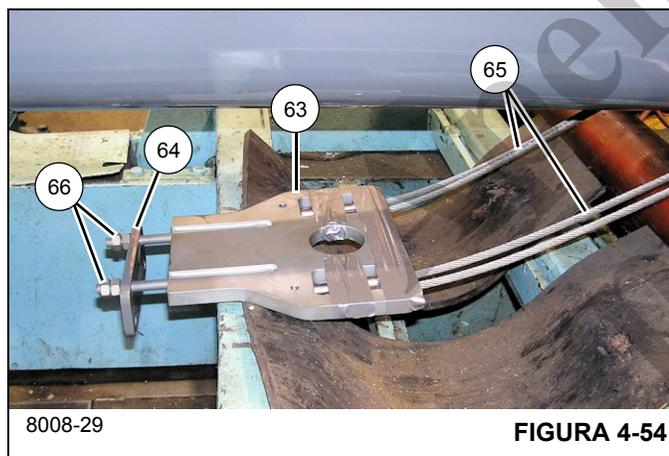

FIGURA 4-54
- 93.** Alinhe o telescópio 1 e 2 um com o outro, a seguir insira parcialmente o telescópio 2 (3) no telescópio 1 (2).
- 94.** Use os calços (70) para ajustar os conjuntos da placa de desgaste traseira do telescópio 2 (71, 82) de tal modo que as placas de desgaste estejam dentro de 2 mm (0.08 pol.) das laterais e da parte inferior do telescópio 1. Um número igual de calços deve ser usado em cada lado.
- 95. Insira três quartos da extensão do telescópio 2 (3) no telescópio 1 (2).
- 96. Instale os calços (53) e as placas de desgaste dianteiras inferiores (54, 55) na parte inferior do telescópio 1 (2).
- 97. Instale as placas de retenção esquerda, direita e inferior (2x-14, 13) na parte dianteira do telescópio 1 (2) usando os parafusos (19), arruelas lisas (16), arruelas de pressão (17) e porcas (18).
- 98. Instale o calço de parada (56) e o calço (57) na parte dianteira do telescópio 1 (2) usando os dois parafusos (58), quatro arruelas (16), duas arruelas de pressão (17) e duas porcas (18) (lados esquerdo e direito).
- 99. Depois de verificar se os cabos de retração do telescópio 3 (65) não estão cruzados, instale as quatro extremidades do cabo no conjunto soldado de fixação da retração (63); passe fita adesiva em torno do conjunto soldado de fixação para prender os cabos no lugar (consulte a Figura 4-54).
- 100. Instale a placa de fixação (64) sobre os parafusos prisioneiros do conjunto soldado de fixação da retração (63) e prenda com as porcas (66) (consulte a Figura 4-54).